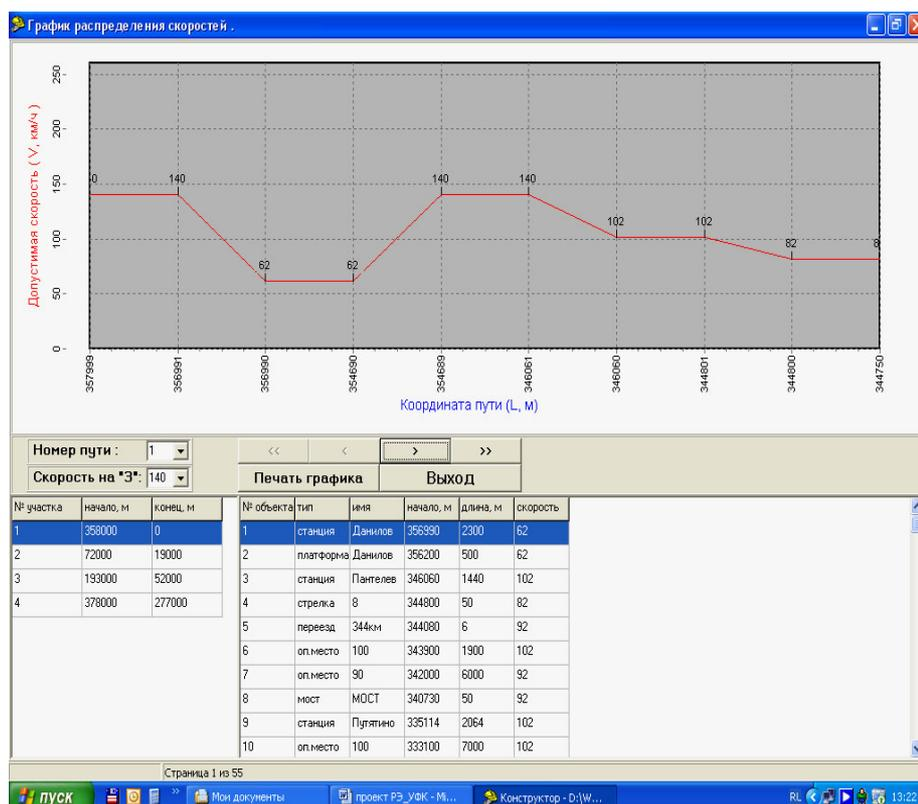

Рисунок 2.52
- в открывшемся окне (рисунок 2.52) отражается график распределения скоростей в точках их изменения;